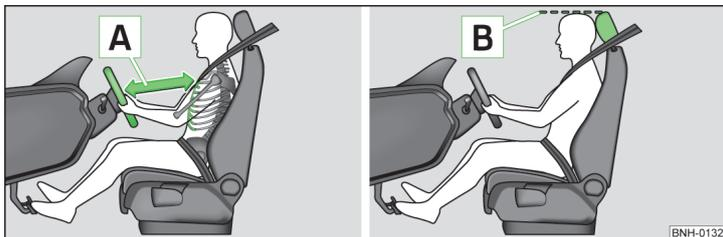

Fig. 1 Distanza corretta del conducente dal volante / regolazione corretta del poggiatesta
- ✓ Impostare il volante in maniera tale che la distanza **A** tra il volante e lo sterzo sia pari a min. 25 cm » fig. 1. Regolare il volante » pagina 8, *Regolazione della posizione del volante*.
- ✓ Regolare il poggiatesta in modo che il bordo superiore del poggiatesta si trovi all'incirca il più possibile alla stessa altezza della parte superiore della propria testa ¹⁾ **B** » fig. 1.
- ✓ Regolare il poggiatesta in modo che il bordo superiore del poggiatesta si trovi all'incirca il più possibile alla stessa altezza della parte superiore della propria testa ¹⁾ **B** » fig. 1 a pagina 8.
- ✓ Regolare il poggiatesta in modo che il bordo superiore del poggiatesta si trovi all'incirca alla stessa altezza della parte superiore della propria testa **B** » fig. 1 a pagina 8.